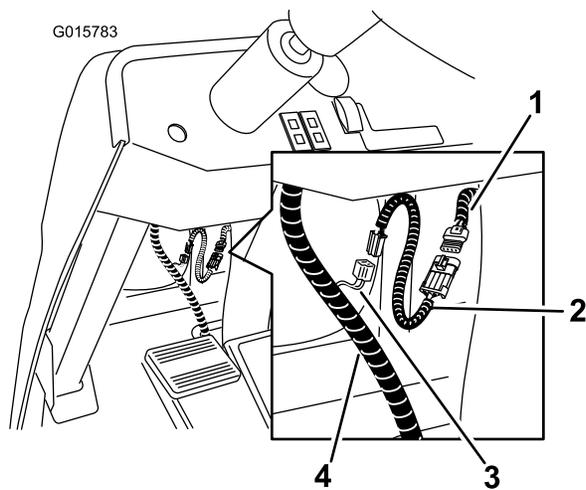

Figura 18
B. Instale el adaptador en el arnés de cables principal enchufando entre sí los conectores de 4 pines. (Figura 18).
C. Conecte el arnés de cables del adaptador al arnés CE (Figura 18).